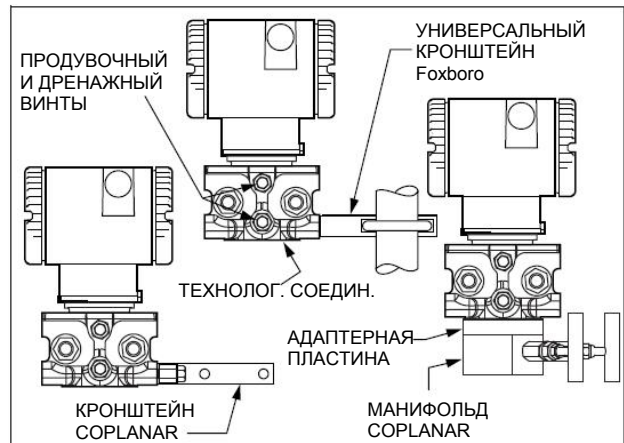

Рисунок 12. Конструкция LP2
**НИЗКОПРОФИЛЬНАЯ КОНСТРУКЦИЯ LP2 (РИСУНОК 12)**